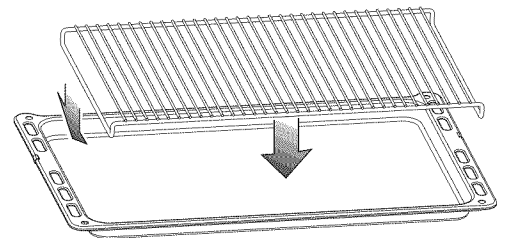

Fig. 3.6
- Déposez la lèchefrite dans le four (fig. 3.6).